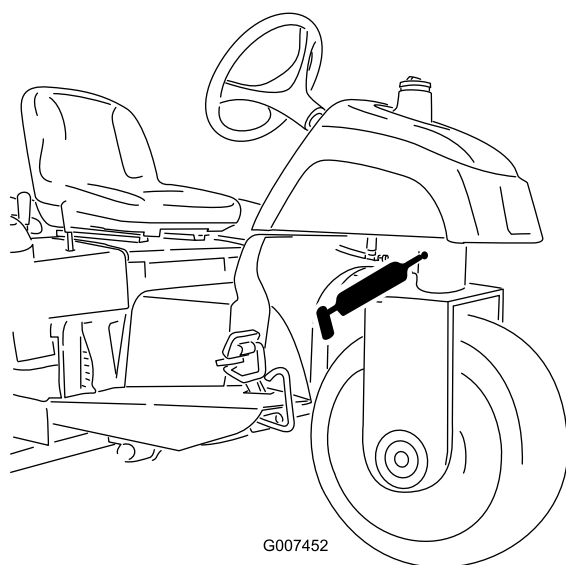

図 25
- ・ ステアリング・ピボット（図 25）
注 ステアリング・ピボットの注入部（図 25）は面一フィッティングなので、グリスガン用ノズル・アダプタが必要です。 パーツ番号は P/N 107-1998； ご注文は Toro 代理店へ。